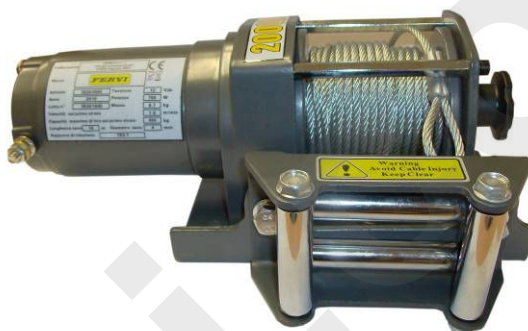

Figura 8 Argano assemblato.
***Occorre fare molta attenzione ad installare l'Argano con il cavo che fuoriesce dalla posizione inferiore del tamburo( Figura 8) !!***